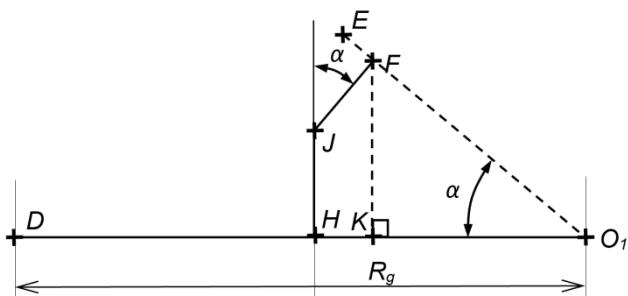

Figure 2 : schéma modélisant la géométrie du robot
Six autres grandeurs définissent la géométrie de ce robot (figure 2).
**Établir**, d'après le schéma de la figure 2 modélisant la géométrie du robot, les équations littérales suivantes :